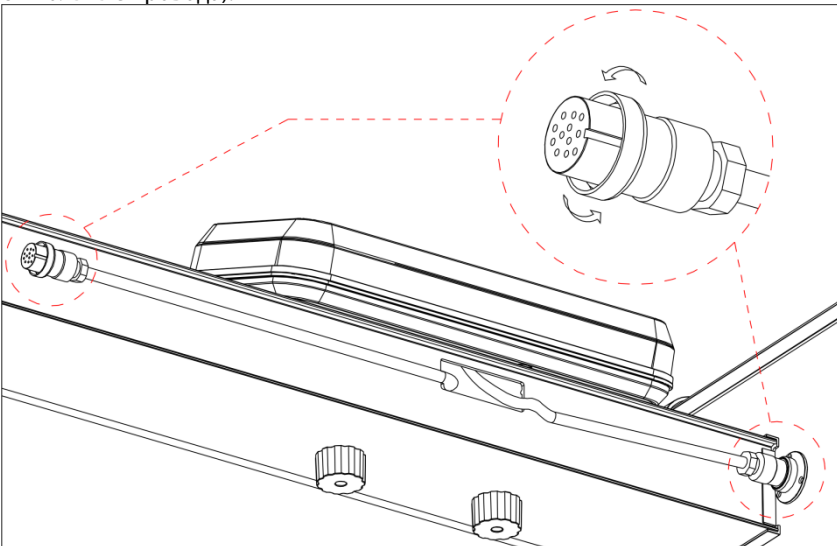

Рис. 3-9
**Этап 8:** вставьте и затяните заглушки левого и правого сигнальных проводов, как показано на Рис. 3-9 ниже (обратите внимание, чтобы различать левый и правый сигнальные провода).